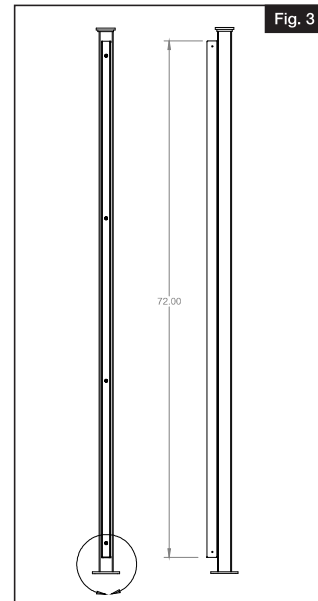

Fig. 3
Con los tornillos suministrados, inserte cuatro tornillos de cabeza hexagonal y conecte el canal del poste al poste (Fig. 3).
- a. Coloque un tornillo en el tablón superior utilizando el agujero en la parte delantera del canal en U (Fig. 3).